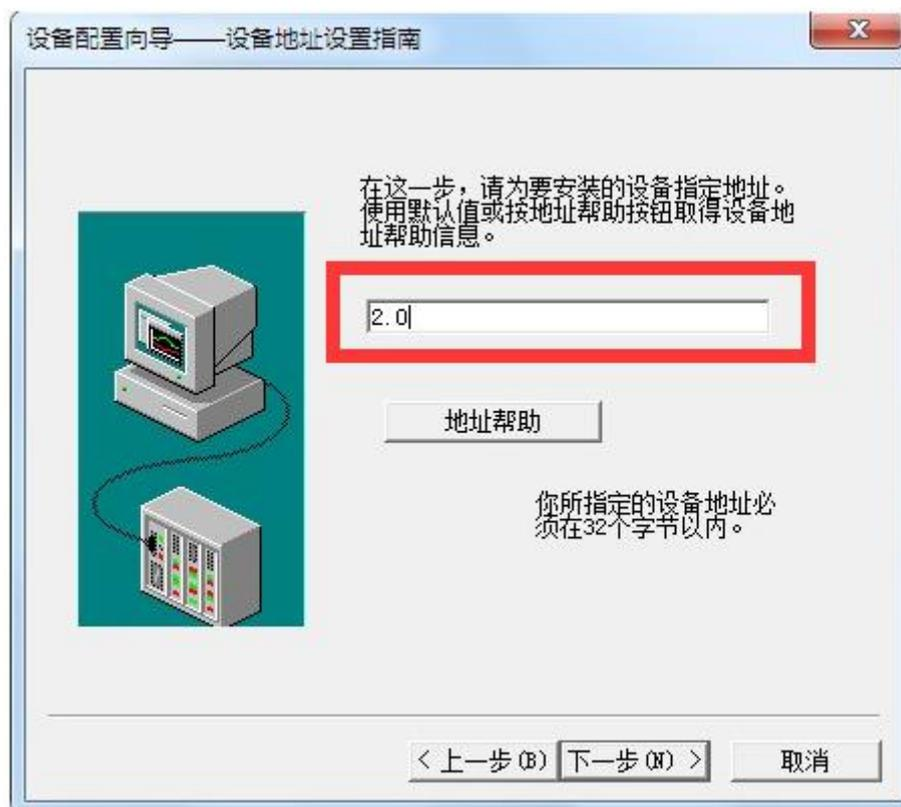

图 3-3
- 1、如图 3-3 设备地址 2 后面的 0 是默认值，指的是机架号，因为西门子 200PLC 的机架号都是 0，所以默认设置为 0 即可。